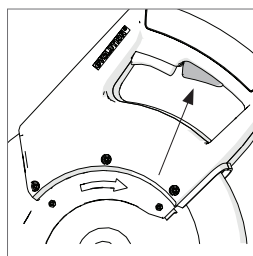

Рис. 25
- Перед тем как включить электродвигатель, не забудьте нажать на рычаг блокировки защитного кожуха (**рис. 25**).